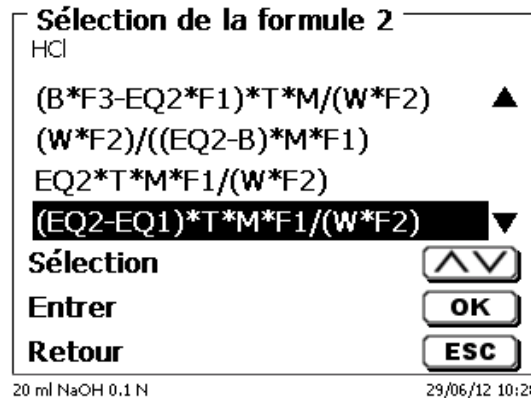

Fig. 111
Avec la deuxième formule, on sélectionne la formule de calcul pour le deuxième point d'inflexion (EQ) (Fig. 111).